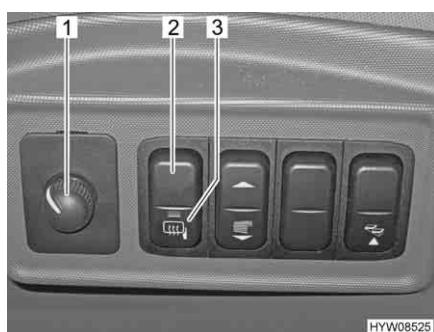

Fig. 32 Interruttore per gli specchietti esterni a regolazione elettrica
- Selezionare lo specchietto da impostare. A tal fine premere l'interruttore girevole (Fig. 32,1) verso sinistra oppure verso destra.
- Premendo l'interruttore (Fig. 32,1) regolare lo specchietto nella posizione corrispondente.
- Premere l'interruttore (Fig. 32,2). La spia rossa di controllo (Fig. 32,3) nell'interruttore indica il funzionamento.